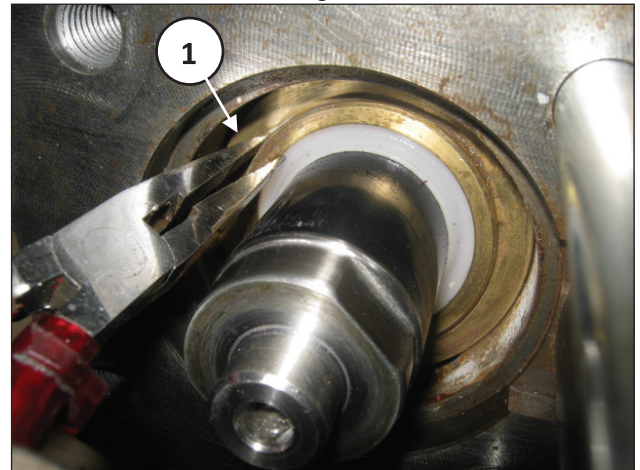

Abb. 123
Entnehmen Sie den Abstreifring-Halter (Pos. ①, Abb. 123).